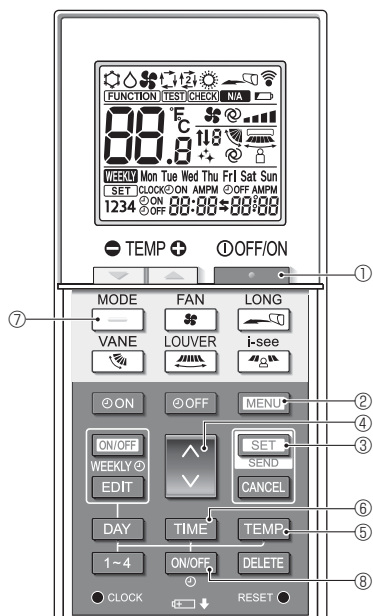
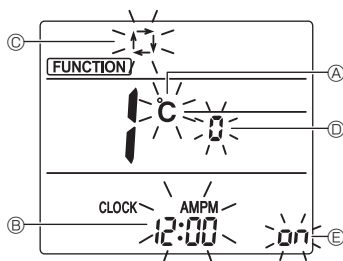
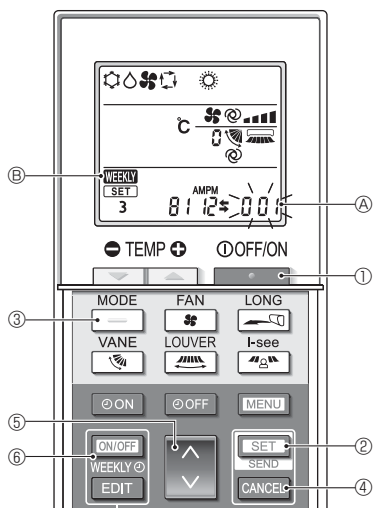

Fig. 4-10
Fig. 4-11
Fig. 4-12
- Tryk på **STOP**-knappen ① for at stoppe klimaanlægget.
- Tryk på **MENU**-knappen ②.
- Skærmen til funktionsindstilling vises, og funktionsnr. (A) blinker. (Fig. 4-10)
- Kontrollér, at funktionsnr. "1" vises, og tryk derefter på **SET**-knappen ③.
- Indstillingsskærmen til skærmvisning vises. (Fig. 4-11)
- Tryk på **UP**-knappen ④ for at ændre funktionsnr.
4.12.2. Ændring af temperatureenheden (Fig. 4-11 (A))
- Tryk på **TEMP**-knappen ⑤.
- Hver gang der trykkes på **TEMP**-knappen ⑤, skifter indstillingen mellem °C og °F.
4.12.3. Ændring af tidsvisningen (Fig. 4-11 (B))
- Tryk på **TIME**-knappen ⑥.
- Hver gang der trykkes på **TIME**-knappen ⑥, skifter indstillingen mellem ^{AMPM}12:00 og ^{AMPM}24:00.
4.12.4. Ændring af AUTO-tilstanden (Fig. 4-11 (C))
- Tryk på **—**-knappen ⑦.
- Hver gang der trykkes på **—**-knappen ⑦, skifter indstillingen mellem og .
4.12.5. Ændring af parnummeret (Fig. 4-11 (D))
- Tryk på **UP**-knappen ④.
- Hver gang der trykkes på **UP**-knappen ④, skifter parnummeret 0-3.
- Tryk på **ON/OFF**-knappen ⑧.
- Hver gang der trykkes på **ON/OFF**-knappen ⑧, skifter indstillingen mellem **ON** og **OFF**.
- Tryk på **SET**-knappen ③.
- Funktionsnummeret (A) blinker. (Fig. 4-10)
4.12.8. Deaktivering af Auto-tilstanden (Fig. 4-12)
- Hvis ugetimeren er aktiveret, skal du trykke på **ON/OFF WEEKLY**-knappen ⑥ for at deaktivere timeren. (**WEEKLY** ⑥ forsvinder.)
- Tryk på **SET**-knap ② i 5 sekunder.
- Funktionsindstillingstilstanden aktiveres på enheden. (Indstillingsnummer (A) til gruppe modellen blinker.)
- Gennemførelse af indstillingerne (Fig. 4-12)